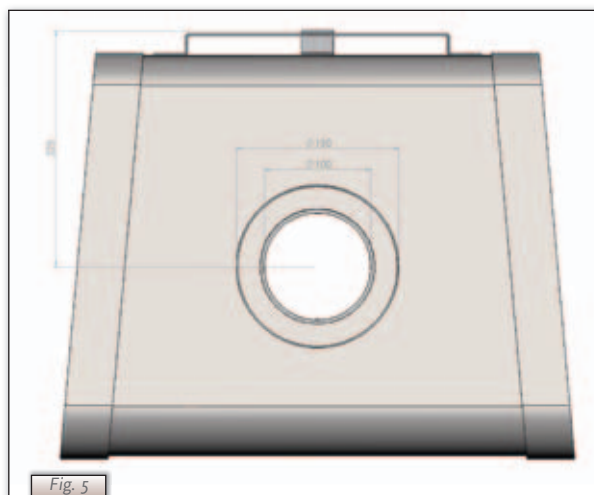

Fig. 5
- Creare un condotto per il sistema di scarico dei gas di combustione/immissione dell'aria di combustione, con il diametro indicato qui di seguito; per maggiori dettagli vedere il paragrafo 6.5. e Fig. 5.
- Utilizzare solo il sistema concentrico fornito da DRU (Ø100 / Ø150 mm) (vedi Fig. 5). Questo sistema è stato approvato insieme all'apparecchio. DRU non è in grado di garantire un funzionamento corretto e sicuro di altri sistemi.